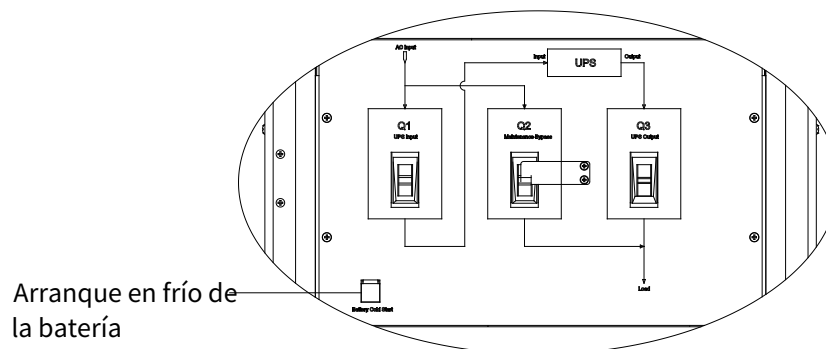

Fig. 6-1: Ubicación del botón de arranque en frío de la batería
- Presione el botón de arranque en frío (ver la Fig. 6-1) situado debajo del disyuntor de entrada del rectificador durante 1 segundo.